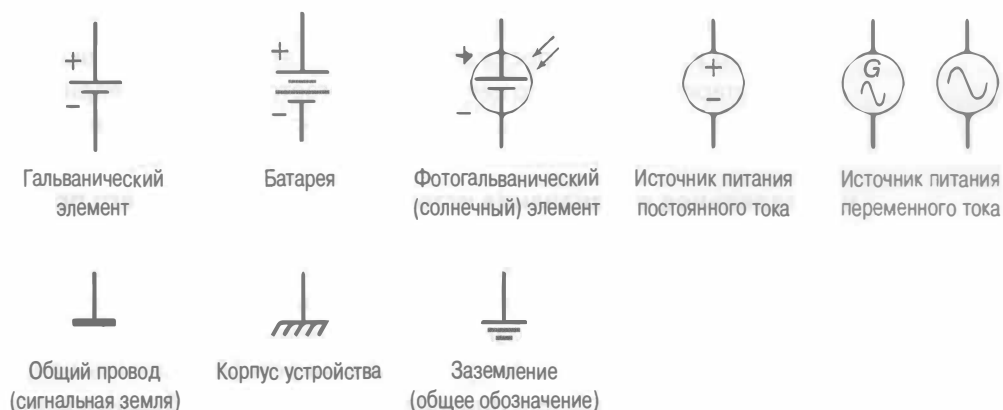

Рис. 14.4. Условные графические обозначения источников питания, а также общего провода и заземления
в офисе, с которой можно снимать напряжение переменного тока 220 В) или от источника постоянного тока, которым может служить батарея или низковольтный выход настенного сетевого адаптера. Полярность источников постоянного тока, измеренная относительно *общего провода* (т.е. условной точки отсчета с нулевым напряжением) в соответствующей схеме, может быть как положительной, так и отрицательной. На рис. 14.4 представлены разные условные графические обозначения источников питания, общего провода и заземления. Более подробное обсуждение этих обозначений приведено в следующих двух подразделах.
На сложной электрической схеме подчас не так-то просто определить подключение элементов к источникам питания. В этом разделе я хочу несколько прояснить для вас этот вопрос. Знакомясь с материалом данного раздела, обращайтесь к рис. 14.4, на котором символы, обозначающие те или иные источники питания, представлены в порядке их обсуждения.
- » **Символ элемента питания или батареи.** Первые два символа на рис. 14.4 обозначают химический источник питания постоянного тока с двумя полюсами. Формально первый символ, представляющий собой две параллельные линии разной длины, обозначает один химический элемент питания (или обычную пальчиковую батарейку). Второй символ, состоящий из двух пар параллельных линий разной длины, представляет собственно батарею химических элементов, которая состоит из нескольких элементов питания.
На многих электрических схемах (в том числе на электрических схемах, представленных в этой книге) для изображения источника питания постоянного тока часто используется первый символ, показанный на рис. 14.4.